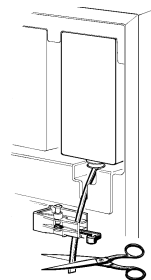

Bild 4
- 4 - Schlauch am äußersten Ende abschneiden, so daß der Ausgabeschlauch so lang wie möglich ist (Bild 4).